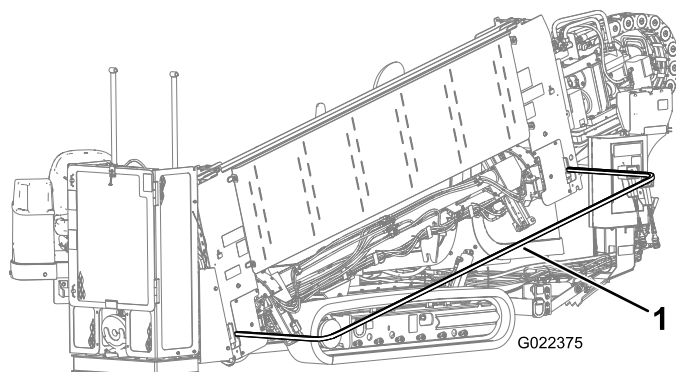

Bild 78
4. Senken Sie den Schutzbügel für Passanten und sichern Sie ihn (Bild 78).